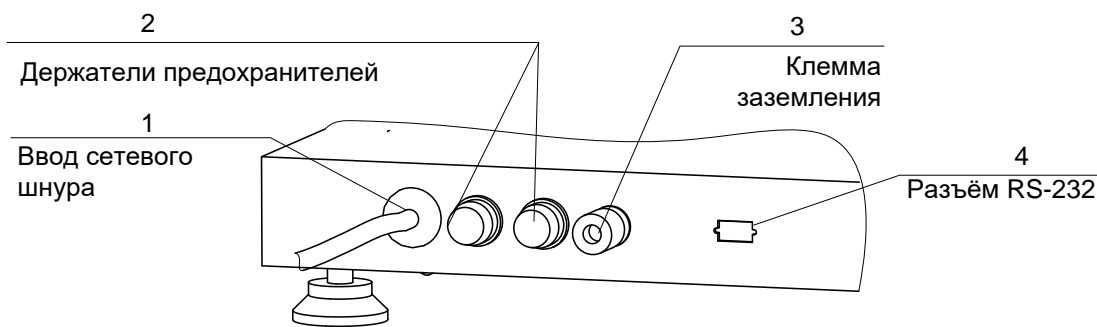

Рисунок 2 – Задняя стенка основания
На задней стенке основания (рисунок 2) находятся: **ввод сетевого шнура 1**, **держатели предохранителей 2**, **клемма 3 заземления аппарата**, и **разъём 4** для подключения аппарата к ПК по интерфейсу RS-232.
- 2) Клемма «Земля» на задней панели аппарата (рисунок 2, страница 4) должна быть подключена к внешней заземляющей шине.